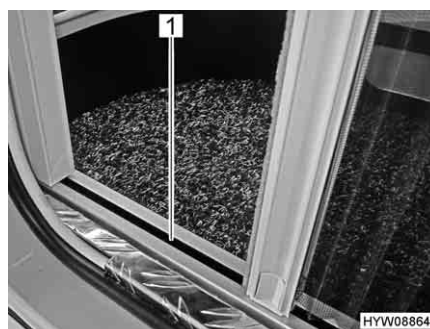

Fig. 25 Guida inferiore della protezione contro gli insetti
- ▷ Durante l'apertura e la chiusura, afferrare la barra di presa con entrambe le mani. In questo modo è possibile limitare la possibilità che la protezione contro gli insetti si inceppi nelle guide (Fig. 25,1).